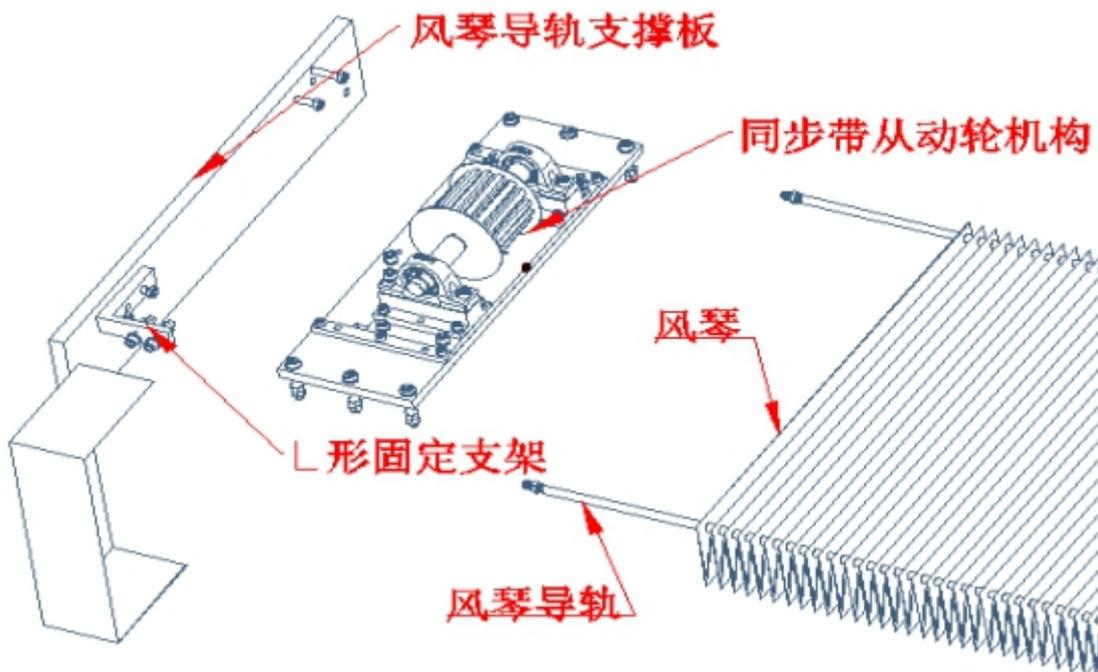

图 7-9
b) 把槽钢两端 L 形固定支架拆下，取下两端的风琴导轨支撑板（见图 7-9）。